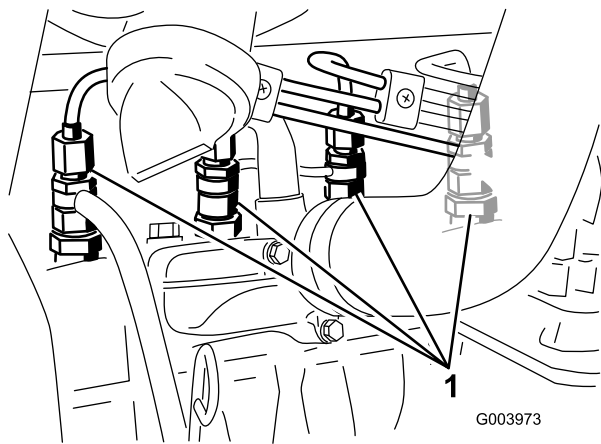

図 66
1. 燃料噴射ポンプの No.1インジェクタ・ノズル(図 66)へのパイプ接続部をゆるめる。